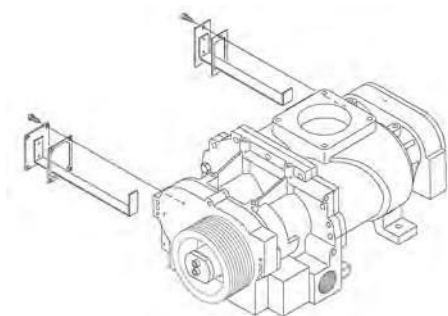

Рис. 58: Выталкиватель для типа 31 – 55
6. ➔ Тип 31 – 55: При помощи встроенного выталкивателя (Рис. 58) можно удалить консистентную смазку, находящуюся в области подшипников.